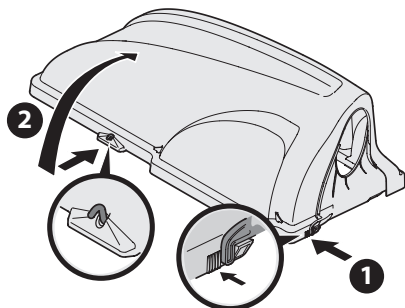

Figure 26
2. Soulevez le couvercle du bac récupérateur en pressant sur la patte arrière droite avec votre main droite (1) comme indiqué à la Figure 26 et en relevant le couvercle à partir du milieu avec votre main gauche (2).